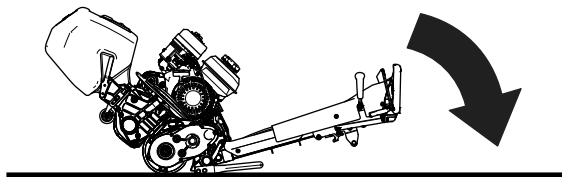

Figura 4
1. Accesați unitatea de tăiere prin coborârea mânerului unității de traciune la sol (Figura 4).